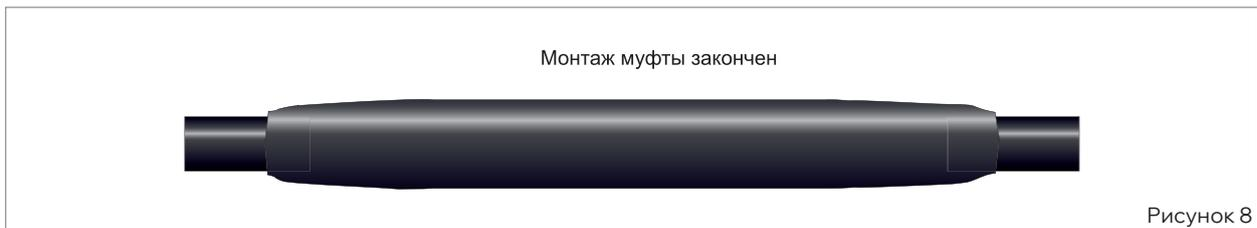

Рисунок 8
- Обжать пластину рукой (рис. 8).